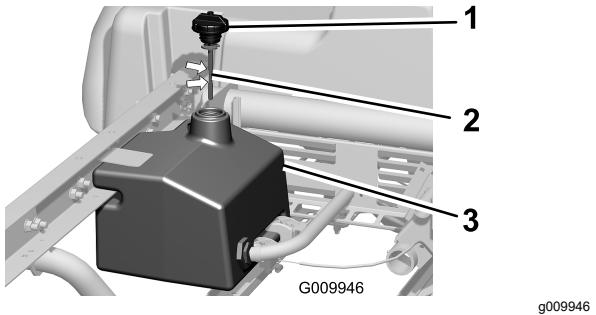

Figura 21
1. Limpe a zona em redor do tubo de enchimento e da tampa do depósito hidráulico (Figura 21).